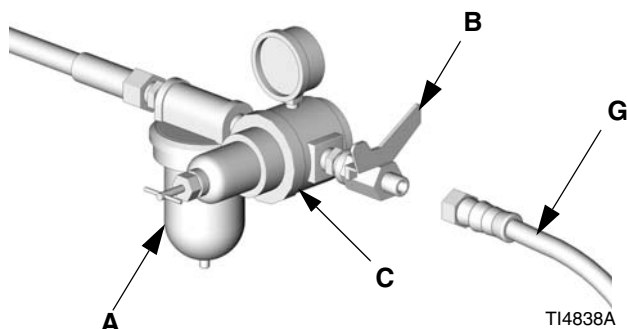

FIGURA 3
6. Collegare l'altra estremità del flessibile aria (G) all'uscita della valvola di spegnimento aria. Vedere la FIGURA 3.